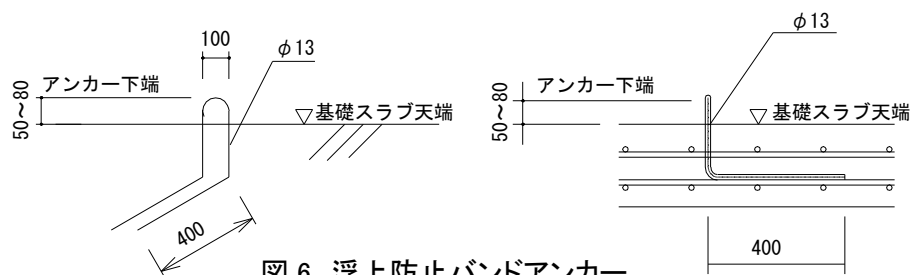

図 6 浮上防止バンドアンカー
- ・浮上防止バンドアンカーの位置は、設計図を確認してください。浮上防止バンドアンカーは、図 6 のように基礎スラブコンクリートの天端から $50\sim 80\text{mm}$ 頭を出します。